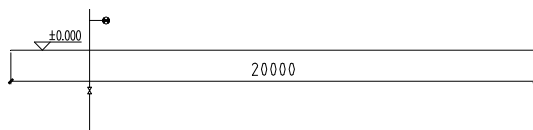

图 3-13 楼板线长
- “楼板线长”选项：如图 3-13 所示为楼板线的长度，可手动定义参数，也可单击文本框右边的调整按钮来调整。